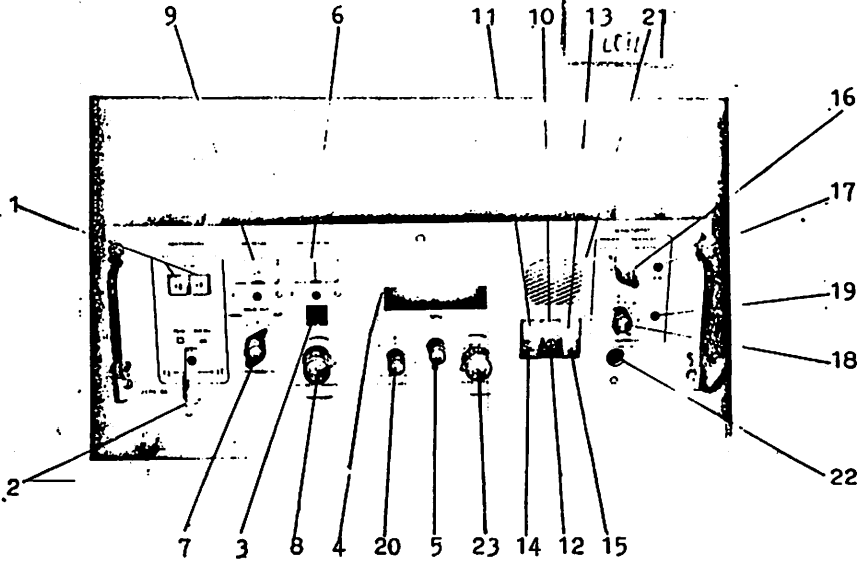

Abb. 3 Bedieneinschub BE
- Abb. 3 Bedieneinschub 2170 BE